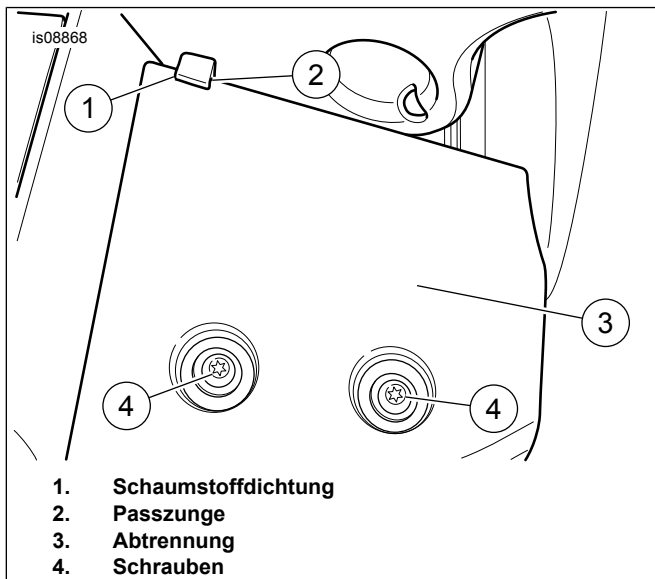

Abbildung 9. Schaumstoff für Abtrennung und Positionierung
10. Siehe Abbildung 9. Ein Stück der abgetrennten Dichtung (1) über die Positionierzunge (2) auf der Abtrennung falten. Die Verkleidung (3) anbringen. Einen Tropfen Loctite 243-Blau auf die sauberen Gewinde (4) auftragen. Die Schrauben einbauen. Auf folgendes Drehmoment anziehen: 7,3–8,4 N·m (65–75 in-lbs).